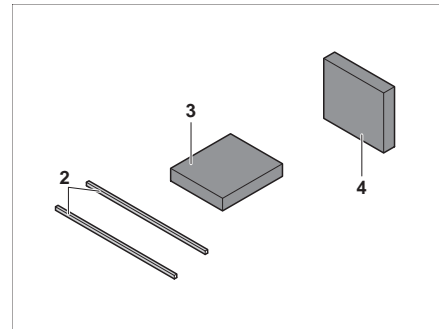

Fig. 117 Coussin supplémentaire
- Placer les coussins supplémentaires (Fig. 117,3) sur la rallonge de la banquette.
- Utiliser les coussins supplémentaires (Fig. 117,4) comme dossier.